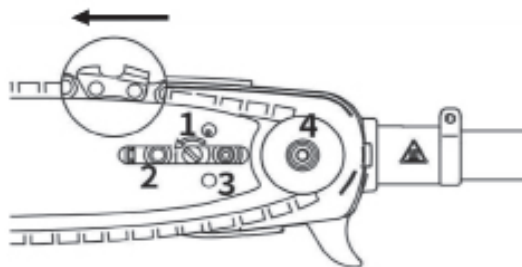

Рис. 9
4. Наденьте цепь на ведущую звездочку 4 (рис. 9), затем установите шину. Бегунок механизма натяжения цепи должен попасть в отверстие (3). Для этого отведите бегунок в сторону ведущей звездочки, поворачивая винт натяжения цепи (1) по часовой стрелке.
2. Приподнимите переднюю часть шины вверх (рис. 11) и, удерживая ее, крутите винт натяжения цепи 1 (рис. 9) против часовой стрелки до тех пор, пока цепь не будет плотно прилегать к нижней части шины. Затем возьмите цепь посередине шины с верхней части и приподнимите верх. Цепь должна выходить из направляющего паза шины на 3 -4 мм (рис. 12).